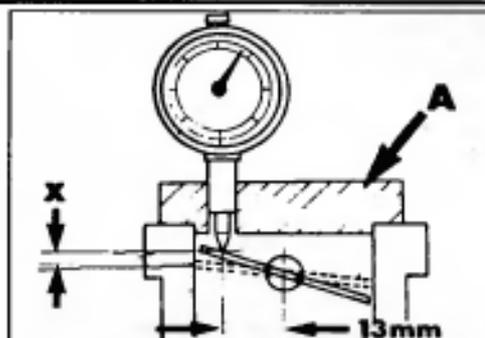

Рис. 7 Дроссельная заслонка - специальный инструмент
- д) Поворачивайте стопорный винт дроссельной заслонки до получения необходимого показания (X, Рис. 7).